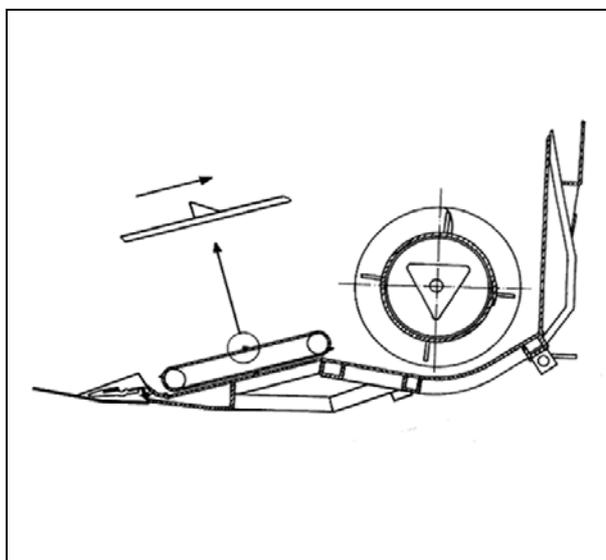

Рисунок 71
- Ремни должны быть установлены так, чтобы их движение происходило в направлении, указанном стрелкой. Если стрелка не видна, посмотрите на направляющие ролики ремня. Торцев с наибольшей конусностью направлен в сторону вращения. (Рис. 71).